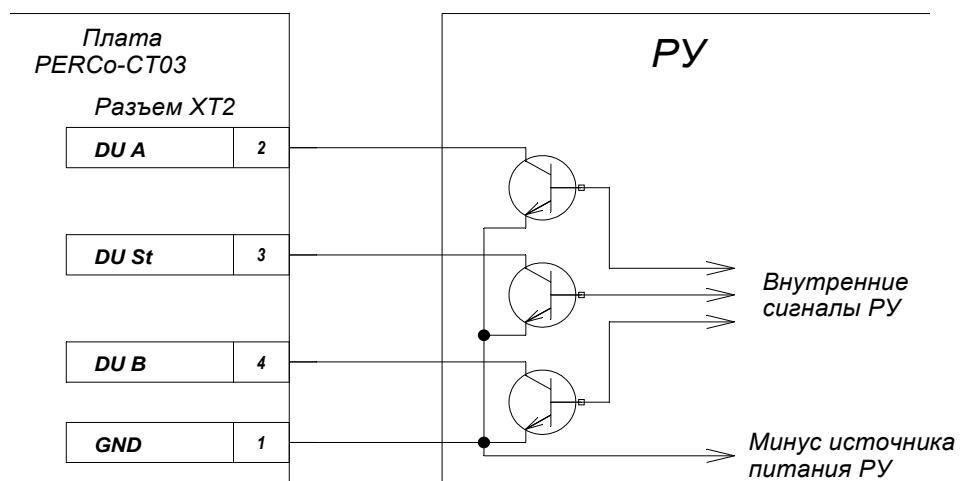

Рисунок 4 – Управляющие элементы устройства радиоуправления (РУ):
5.4.2 Управление ЭП осуществляется подачей на контакты клеммной колодки “XT2” DUA, DUST и DUB сигнала низкого уровня относительно контакта GND, при этом управляющим элементом могут быть нормально разомкнутый контакт реле или схема с открытым коллекторным выходом (см. рисунок 4).